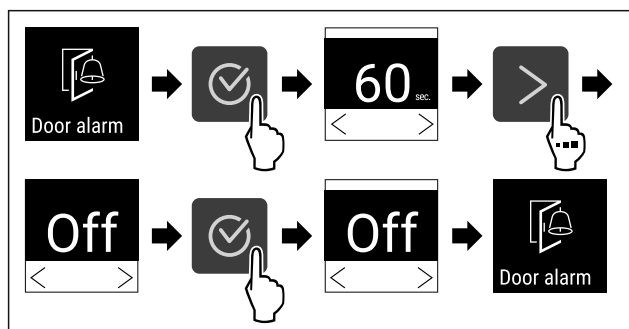

Fig. 142
- ▶ Eseguire i passi (vedere Fig. 142) .